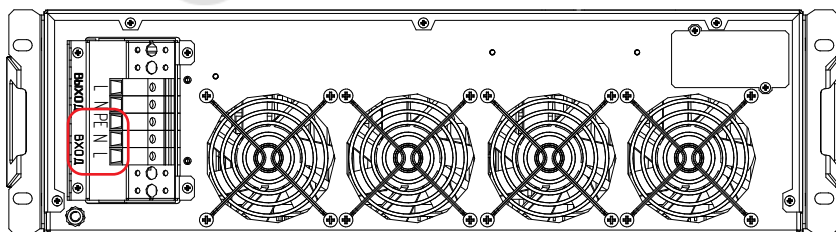

Рисунок 25. Стабилизаторы Штиль IS8000RT и IS10000RT. Выводы «Вход PE-L-N»
- у моделей IS8000RT, IS10000RT с помощью выводов «Вход PE-N-L» (**рисунок 25**);